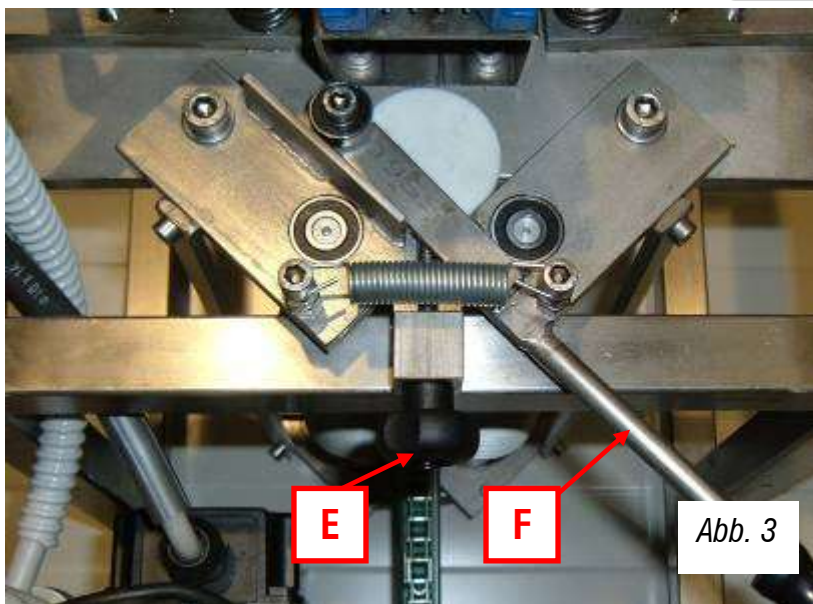

Abb. 3
### 3.2 WALZEN ZUR ÖFFNUNG DER ZELLEN (Abb. 3 - S. 42)
Die Einstellung der Walzen zur Öffnung der Zellen erfolgt über den Drehgriff (E) am Austritt der Rähmchen aus der Maschine, siehe Abb. 3.